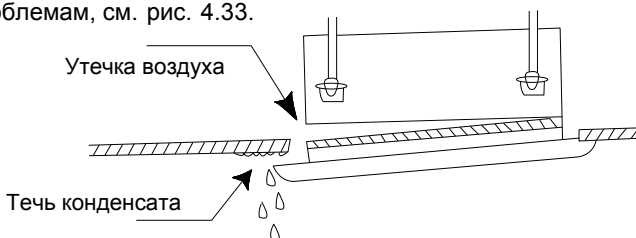

Рис. 4.33
- (2). Неправильное завинчивание крепежных винтов может привести к проблемам, см. рис. 4.33.